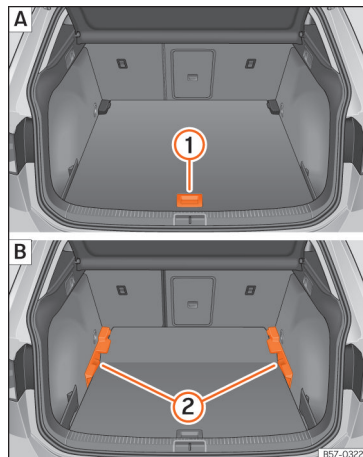

Fig. 171 Podeaua mobilă a portbagajului: **A** poziție ridicată; **B** poziție coborâtă.
- Pentru a trece de la poziția inferioară la poziția superioară, ridicați podeaua de mânerul >>> **fig. 171 ①** și trageți-o înapoi până când partea din față a podelei trece complet de suportii (2).
- Deplasați podeaua în față peste suport, până la spătarul banchetei din spate și apoi coborâți podeaua folosind mânerul (1).
- Pentru a trece de la poziția superioară la cea inferioară, ridicați podeaua de mânerul >>> **fig. 171 ①** și trageți-o înapoi până când partea din față a podelei trece complet de suportii (2).
- Acum așezați partea din față peste șinele inferioare ale suporturilor, glisați podeaua până la spătarul banchetei din spate și coborâți în același timp podeaua, folosind mânerul (1).
- Ridicați podeaua variabilă în poziția superioară folosind mânerul >>> **fig. 171 ①**, ridicați-o și apăsați-o spre spătarul banchetei, până când se pliază pe linia balamalei și partea mobilă a acesteia se sprijină sub greutatea proprie.
- Pentru a trece de la poziția superioară la cea inferioară, ridicați podeaua de mânerul >>> **fig. 171 ①** și trageți-o puțin înapoi.
- Apăsați podeaua mobilă spre bancheta rabatată cu ajutorul manetei (1) și apăsați puțin, pentru ca partea mobilă a podelei să fie la același nivel cu spătarele scaunelor din spate.